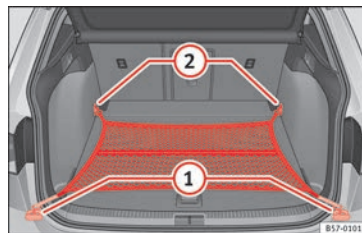

Fig. 158 En el maletero: bolsa de red enganchada a ras del suelo.
- Dado el caso, levante las argollas de amarre delanteras » » » **fig. 158 ②**.
- Fije los ganchos de la red en las argollas de amarre **②** » » » **⚠**. La cremallera de la bolsa tiene que quedar hacia arriba.
- Fije los ganchos de la red en las argollas de amarre **①**.